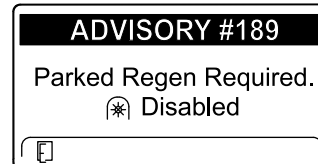

Bild 50
- Wenn Sie eine geparkte Regenerierung nicht innerhalb von zwei Stunden durchführen, wird im InfoCenter „Parked regeneration required – power takeoff disabled ADVISORY #189“ angezeigt (Bild 50).